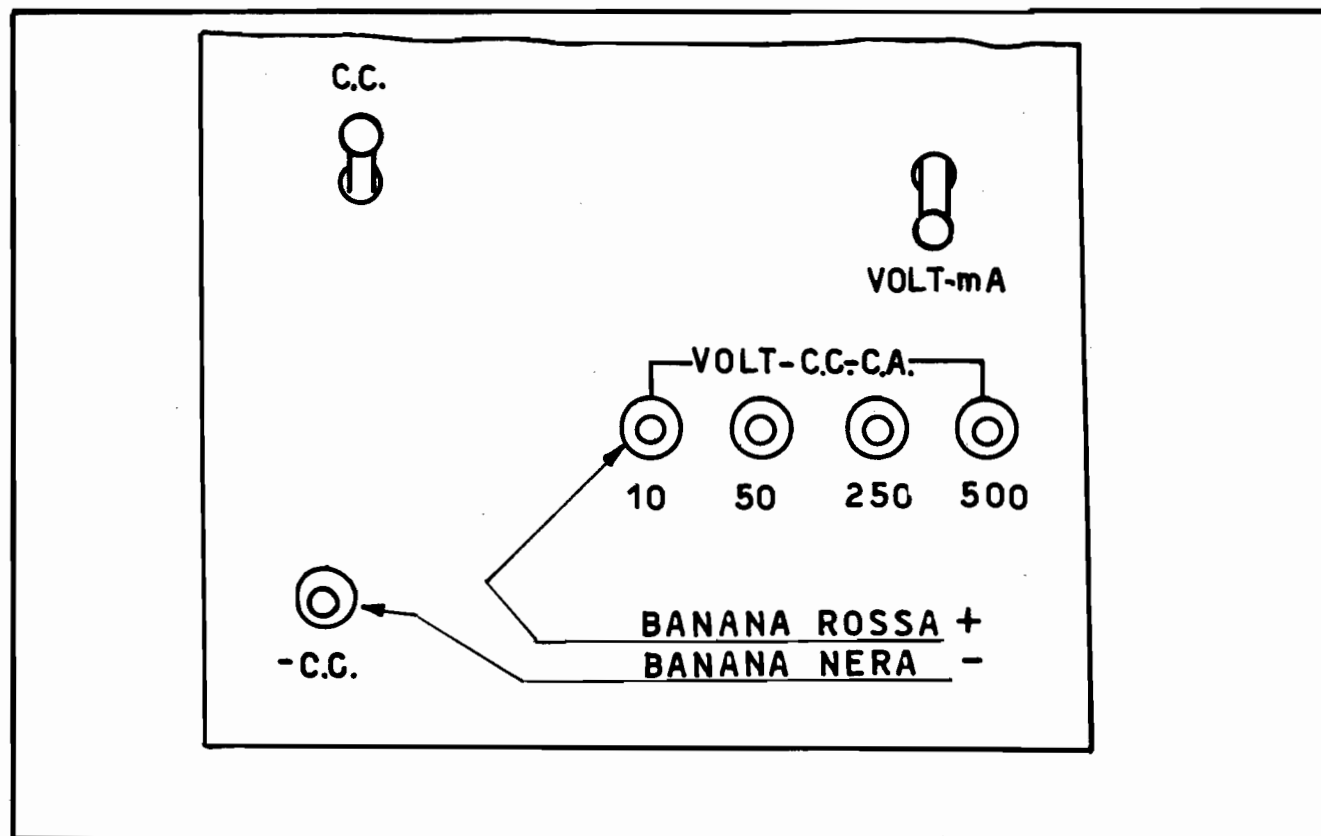

Fig. 1
- 2) Commutatore 2 in posizione Volt-mA (fig. 1).